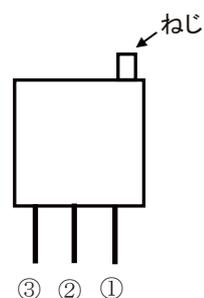

図 1-6
可変抵抗器とは抵抗器の抵抗値を変化させることができるものである。記号では図 1-5 (a) または (b) のように表す。今回使用する可変抵抗器は、図 1-6 のような形をしており、①と③との間の抵抗値は一定であり、ねじの部分回すことにより①と②および②と③との間の抵抗値が変化する。今回使用する可変抵抗器は $0\ \Omega$ から $200\ \Omega$ まで変化させることができる。